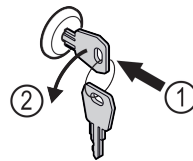

Fig. 164
- ▶ Вдавити ключ. Fig. 164 (1)
- ▶ Повернути ключ на 90° проти годинникової стрілки. Fig. 164 (2)